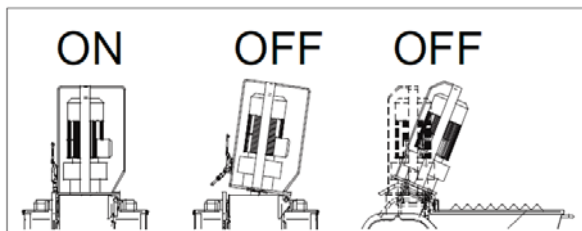

FIG.11
Fixe a máquina no lugar por meio do freio da roda (ref. 5 fig. 11).
⚠ - A abertura da câmara de mistura causa o desligamento das peças móveis da máquina (fig. 11). Primeiro, feche a câmara de mistura e pressione o botão de partida para ligar a máquina.